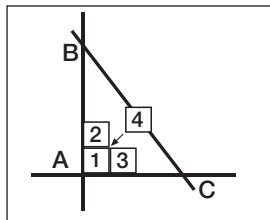

Figure 1
Positionner la première dalle à l'intersection des deux axes AB et AC et continuer la pose sous forme « escalier » et ceci afin de respecter un bon équerrage (voir figure 1).
*Place the first tile at the intersection of the AB and AC axes and continue laying in a staggered 'staircase' pattern, being careful to ensure each tile is square against its neighbours (see figure 1).*